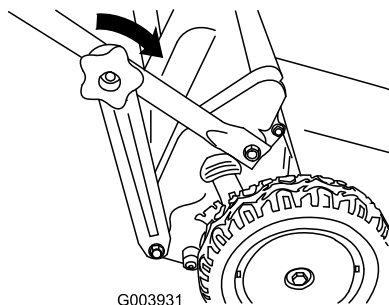

Figure 19
3. Montez les boutons de la partie inférieure du guidon et serrez-les au maximum à la main (Figure 19).